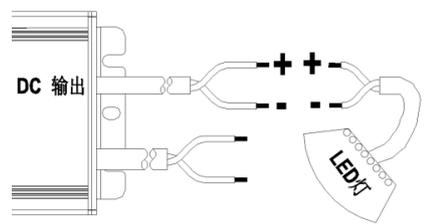

图 3
- 5.5. 将电源的输出正极线（+）接入灯具的输入正极，电源的输出负极线（-），接入灯具的输入负极（见图 3 示意）；